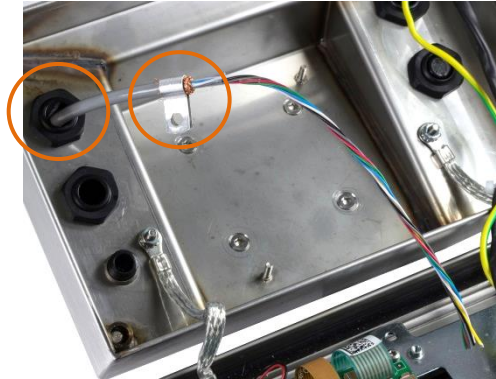

Abbildung 2-29: Einführung des Wägezellenkabels in das IND236-Gehäuse, mit Gehäuseerdungsklemme
1. Das Wägezellenkabel tritt über die Kabeldurchführung entsprechend Abbildung 2-29 in das Gehäuse ein.